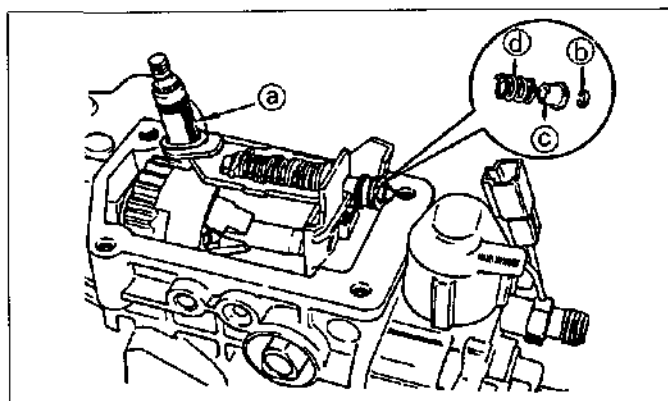

Figura.12-5 Extracción del eje de control de velocidad
- 3) Para extraer el conjunto del eje de control de velocidad ⑧ (diseño anterior) extraiga el anillo de retención del retenedor "E" (vea la figura.12-5 ⑥), asiento de resorte de amortiguador ⑨, y resorte de amortiguador ④, del extremo del eje de resorte del regulador. Extraiga el conjunto del eje de control de velocidad de la palanca del regulador. Para no perderlos, el resorte del amortiguador ④, asiento ⑨ y retenedor "E" ⑥ deben volver a ser instalados en el eje de resorte del regulador.